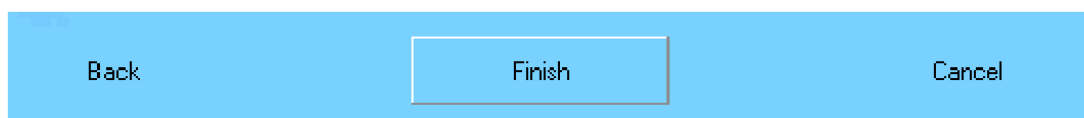

Рисунок 1
1.2. В появившемся окне (рис.1) необходимо указать язык установки программы.